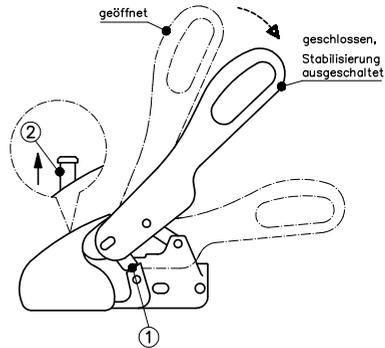

Bild 4: Ankuppeln
Zum Rangieren des Anhängers nehmen Sie bitte die am Anhänger angebrachten Haltegriffe anstatt den Bedienungshebel der WS 3000/WS 3500. Die geöffnete Zugkugelpkupplung wird auf die Kupplungskugel des Zugfahrzeuges gesetzt. (Bild 4) Durch die Stützlast und eine evtl. zusätzliche Belastung der Deichsel schließt die Zugkugelpkupplung automatisch, und die seitlichen Sicherungslaschen (1) stehen parallel gegenüber der Sicherungsflächen am Gehäuse. (Bild 4) Befindet sich die Kupplungskugel im Kupplungsgehäuse, ist der grüne Stift der Kontrollanzeige (2) sichtbar. (Bild 4)
Bei längerem Nichtgebrauch sollte der Anhänger mit geschlossener Zugkugelkupplung abgestellt werden, hierzu den geöffneten Bedienungshebel (Bild 4) anheben, gleichzeitig die Kugelpanne (bewegliches Element - Bild 9) nach vorne ziehen oder den **SAFETY BALL** in den Kugelraum drücken und den Bedienungshebel langsam schließen.